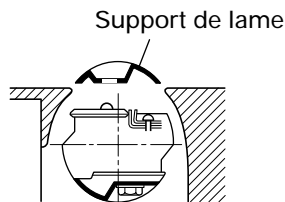

Fig. 12
(2) Placer le support de lame sur l'outil une fois monté, comme indiqué à la Fig. 12, et le fixer avec les trois boulons. S'assurer que les boulons sont bien serrés à fond.
(3) Retourner le bloc de lame et fixer l'autre côté de la même façon.